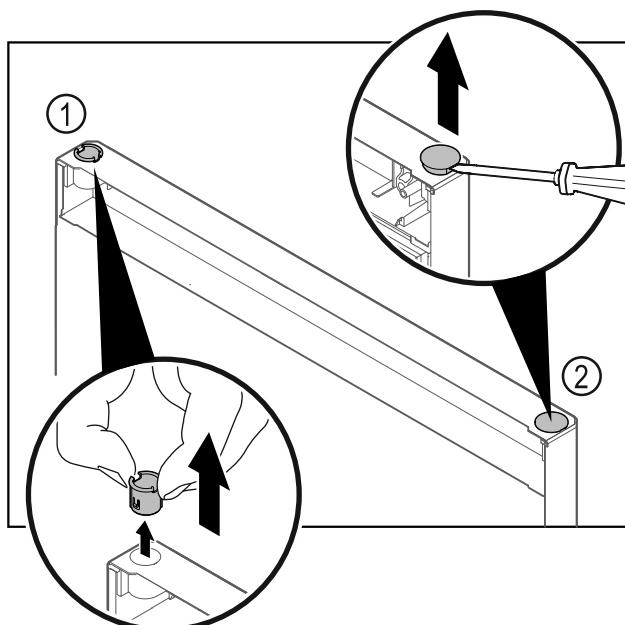

Fig. 25
- Пальцами вытяните шарнирную втулку Fig. 25 (1).
- Шлицевой отверткой осторожно подцепите и извлеките заглушку Fig. 25 (2).